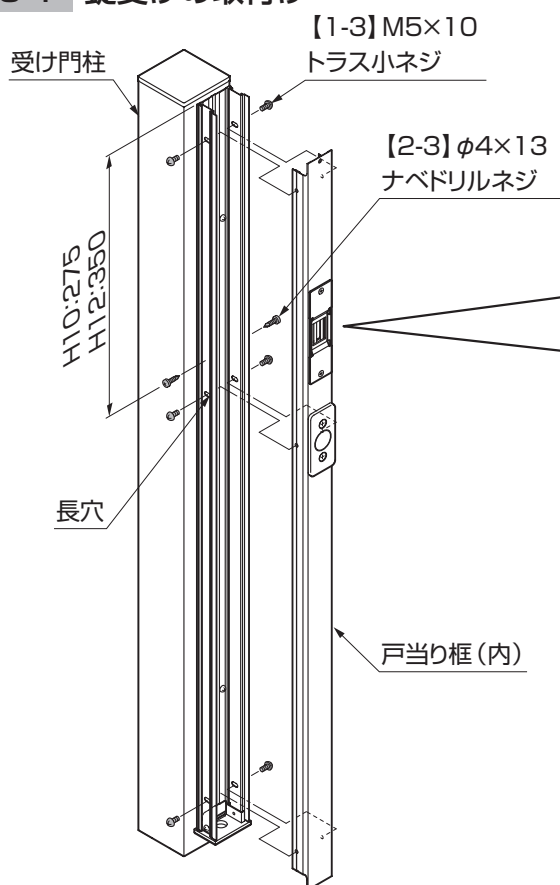

図9-1
- ③ 錠受けを取付けた戸当り框 (内) を戸当り框 (外) に【1-3】で仮組みしてください。(図9-1参照)
- ⑤ 更に、戸当り框 (外) のカラー材を入れる溝の中央に【2-3】を打ち、戸当り框 (内) を固定してください。(図9-1、図9-4参照)